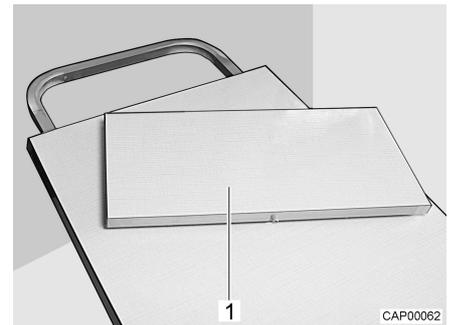

Bild 28 Tischplattenverlängerung
Die Ablagefläche des Hängetisches kann durch Einlegen einer Tischplattenverlängerung (Bild 28,1) vergrößert werden.
- Tischplattenverlängerung (Bild 28,1) in Tischverlängerung einlegen.
- Tischplattenverlängerung (Bild 28,1) abnehmen und sicher verstauen.